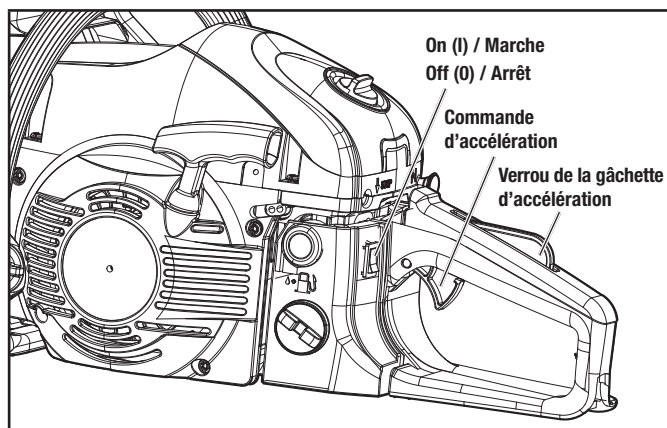
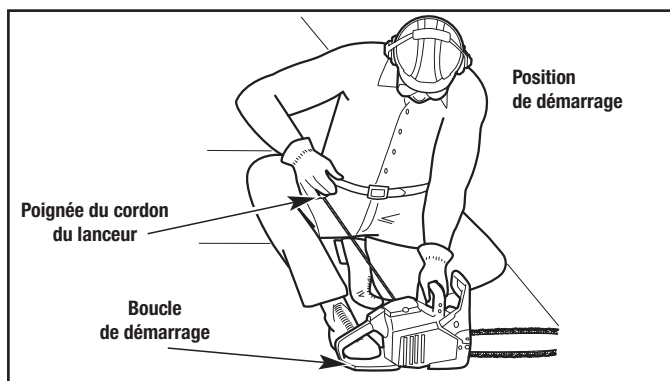

Figure 3
Figure 5
Évitez que la scie à chaîne puisse démarrer de manière accidentelle. Pour éviter toute blessure grave, l'opérateur et la scie à chaîne doivent être dans une position stable lorsque l'opérateur tire le cordon du lanceur (Fig. 5).
- Ne touchez PAS la commande d'accélération (Fig. 3). Placez la scie à chaîne sur une surface plane et de niveau. Accroupissez-vous ou penchez-vous en position de démarrage (Fig. 5). Tenez la poignée avant avec la main gauche. Tenez la poignée du cordon du lanceur avec la main droite. Insérez le pied droit dans la boucle de démarrage pour aider à maintenir la scie à chaîne fermement en place. Tirez rapidement sur le cordon du lanceur jusqu'à ce que le moteur se mette en route ou broute, ou jusqu'à 4 fois si vous n'entendez pas le moteur brouter. Le moteur devrait démarrer à cette étape. Si ce n'est pas le cas, passez à l'étape suivante.
2. Pour arrêter le moteur, enfoncez et maintenez l'interrupteur « STOP » (Arrêt) (Fig. 3) en position d'arrêt.